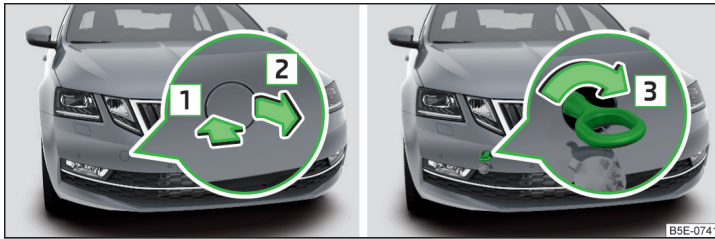

Abb. 336 Abdeckkappe abnehmen / Abschleppöse einbauen
- Zum **Abnehmen** auf die Abdeckkappe in Pfeilrichtung **1** drücken und diese in Pfeilrichtung **2** abnehmen » Abb. 336.
- Zum **Einbauen** die Abschleppöse von Hand in Pfeilrichtung **3** » Abb. 336 bis zum Anschlag einschrauben » **!**.